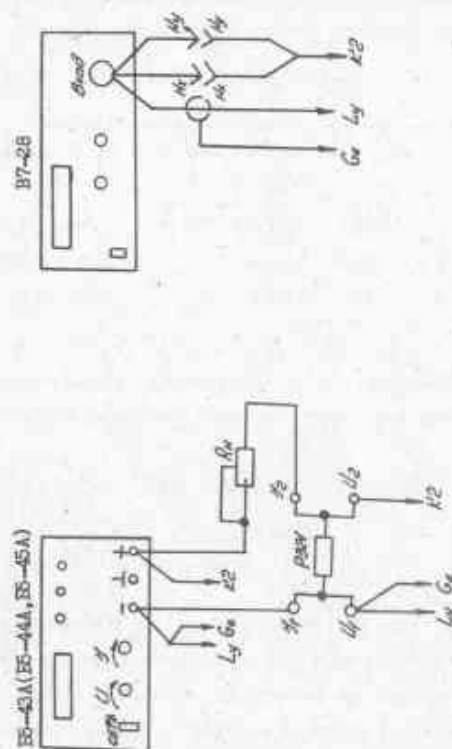

Рис. 7
9.4.4. Проверку максимального и минимального значений выходного напряжения и основной погрешности индикации выходного напряжения в режиме стабилизации напряжения производите по схеме электрической, изображенной на рис. 7, при отключенной нагрузке.
9.4.5. Проверку максимального значения выходного тока приборов и основной погрешности индикации выходного тока в режиме стабилизации тока производите по схеме электрической, изображенной на рис. 7.